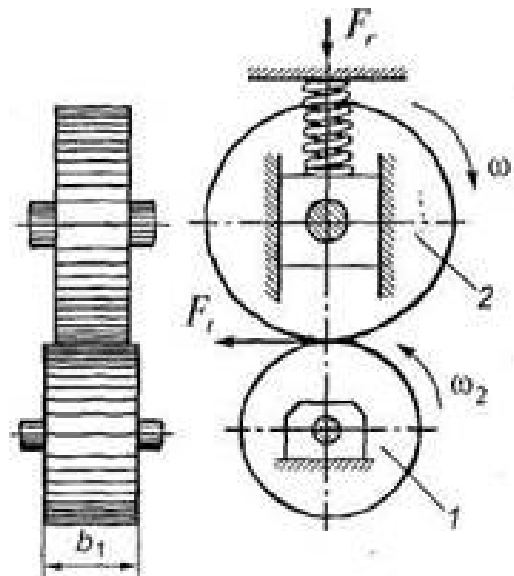

Рис.1 – Цилиндрическая фрикционная передача:
Фрикционные передачи состоят из двух катков (рис.1): ведущего 1 и ведомого 2, которые прижимаются один к другому силой  $F_r$  (на рисунке — пружиной), так что сила трения  $F_t$  в месте контакта катков достаточна для передаваемой окружной силы  $F_t$ .
- цилиндрические или конусные с параллельными осями (рис.1, 2);